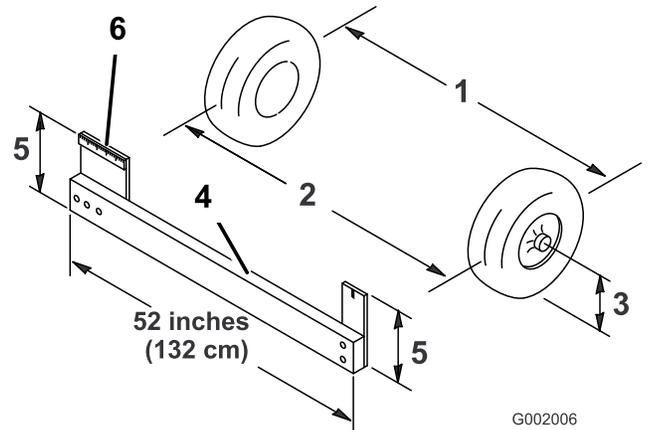

图 33
- 以轮轴的高度为标准分别测出两个前轮的轮前距离和轮后距离 图 33。
注意 如果要以轮轴高度为标准测量前轮的轮后距离则需要一个夹具或定位仪。使用相同的夹具或定位仪、还可以以轮轴高度为标准、准确测量前轮的轮前距离 图 33。